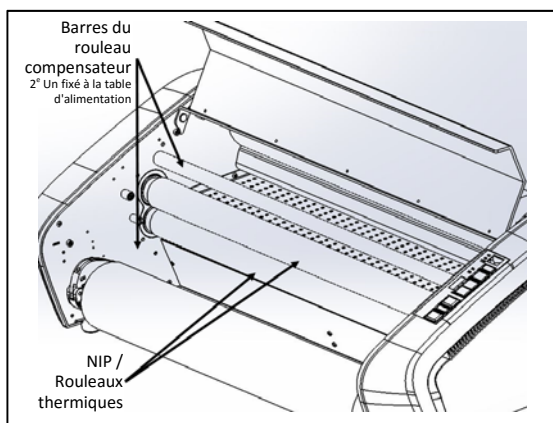

Figure 6
- G. **ROULEAUX PINCEURS CHAUFFÉS :** (Figure 6) Chauffent la pellicule pour activer l'adhésif, tout en exerçant une pression sur la pellicule pour qu'elle adhère au support.
- H. **BARRES DU ROULEAU COMPENSATEUR :** (Figure 6) Les barres du rouleau compensateur, situées à proximité de chaque rouleau de pellicule, servent à acheminer la pellicule vers les ROULEAUX PINCEURS. La barre inférieure du rouleau compensateur est fixée à la table d'alimentation pour faciliter le chargement de la pellicule.